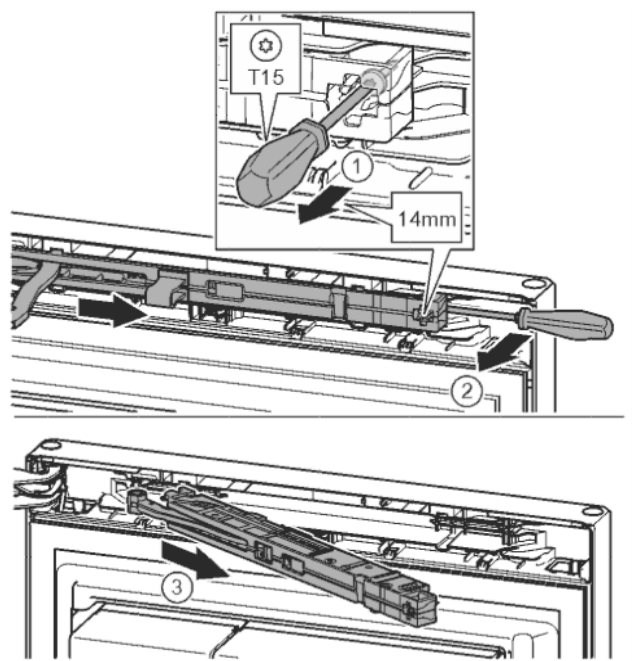

Fig. 10
- ▶ Przy pomocy śrubokręta T15 odkręcić śrubę na amortyzatorze zamykania drzwi ok. 14 mm. Fig. 10 (1)
- ▶ Od strony uchwyty, za amortyzator zamykania drzwi wsunąć śrubokręt i obrócić do przodu. Fig. 10 (2)
- ▶ Wyjąć amortyzator zamykania drzwi. Fig. 10 (3)